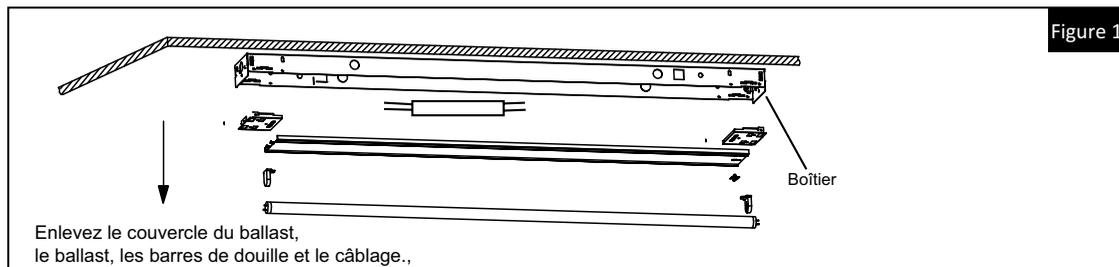

Figure 1
2. Enlevez et éliminez la (les) lampe(s) du luminaire. **(Fig. 1)**